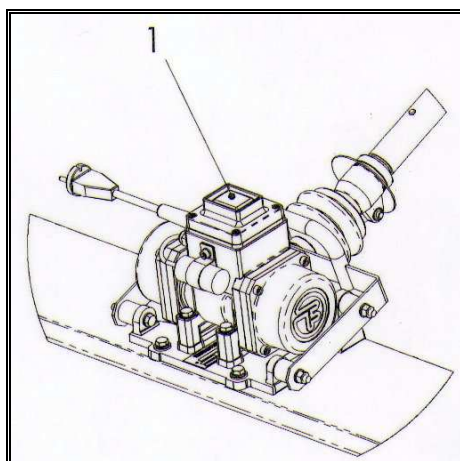

Fig. 1.8-1
- 3º.- Assegurar-se de que a posição do interruptor de arranque, **Pos. 1** situado acima a caixa de conexões do motor está em posição “0”. (Ver Fig. 1.8-1).